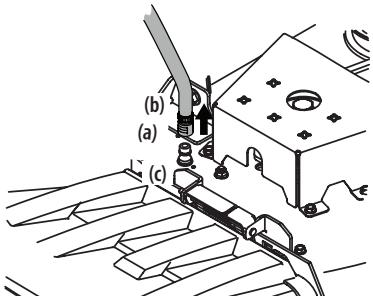

Figura 22
- Tire del collarín de ajuste (a) del adaptador del pico (b) hacia atrás y empuje el adaptador del pico sobre el pico de lavado de la plataforma (c). Suelte el collarín de ajuste para tratar el adaptador del pico en el pico de lavado de la plataforma. Consulte la Figura 22.